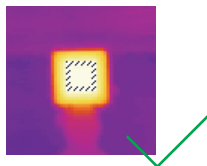
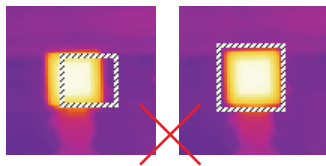

Рис.1-6 ПРАВИЛЬНО
Рис.1-7 НЕПРАВИЛЬНО
1. "Чёрное тело" обязательно должно быть в поле зрения тепловизора. Рамка должна полностью находиться внутри изображения "Чёрного тела" и ни в коем случае не пересекать его границу. Правильное положение показано на рис.1-6, неправильное на рис.1-7.